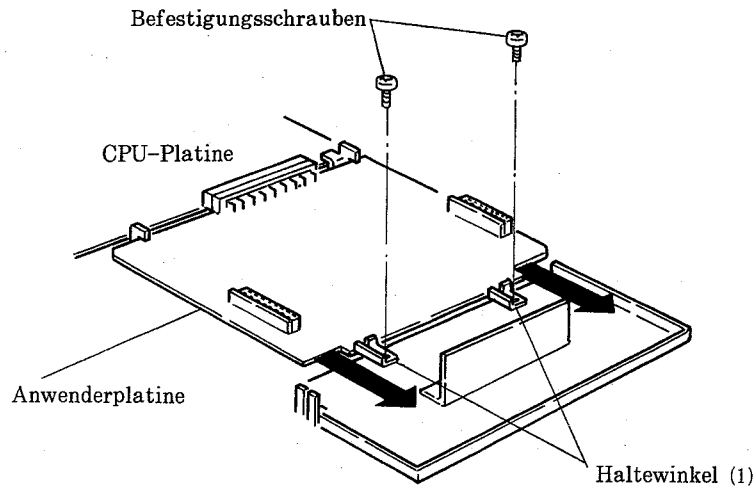

Abb. 15
- c) Die Befestigungsschrauben (2 Stück) der Anwenderplatine losdrehen (siehe Abb. 15).
- d) Den Haltewinkel (1) der Anwenderplatine in Pfeilrichtung ziehen, um die Anwenderplatine von der CPU-Platine abzutrennen. Danach den Haltewinkel (1) anheben und die Anwenderplatine entfernen (siehe Abb. 15).
- (6) Eine Wartungsbatterie an den Batterieverbindungsstecker (CN8) der CPU-Platine anschließen und die Hauptbatterie vom Batterieverbindungsstecker (CN7) abtrennen.